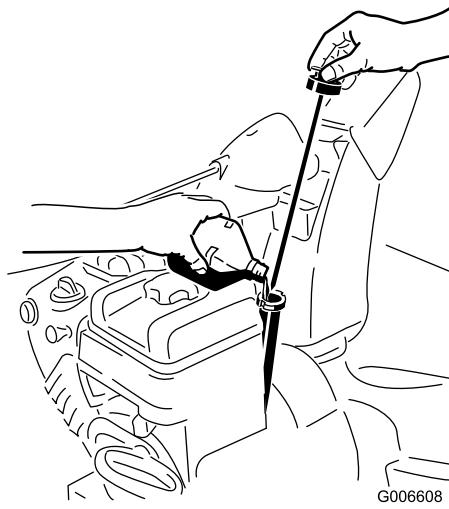

Figure 32
- Sortez de nouveau la jauge et contrôlez le niveau d'huile (Figure 32). Ajoutez de l'huile, si le niveau est en dessous du repère du minimum sur la jauge (voir Plein d'huile du carter moteur).